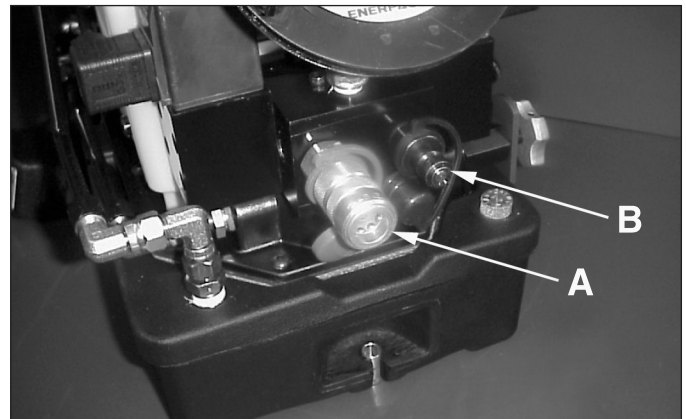

Abbildung 3 - Pumpenauslass (doppelwirkend)
1. Verbinden Sie die Schläuche mit dem Pumpenauslassverteiler, der in Abb. 3 dargestellt ist. VERGEWISSERN SIE SICH, dass Sie einen Schlauch mit der Aufschrift „ENERPAC 800 SERIES - 800 BAR/11,600 PSI MAX“ verwenden. Drehen Sie die Sicherheitsringe mit der Hand fest.